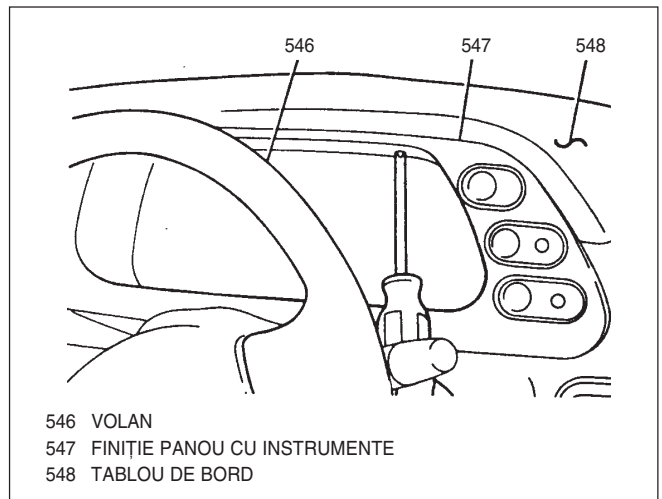

Fig. 37 Demontarea șuruburilor finiiței panoului cu instrumente
3. Cele patru șuruburi ale finiiței panoului cu instrumente (Fig. 37).